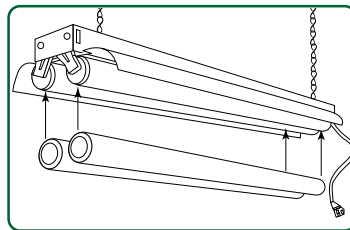

Fig. 2
3. Install fluorescent bulbs into sockets. **See Fig. 2.**
3. Instalar lámparas fluorescentes en los sockets. **Ver fig. 2.**